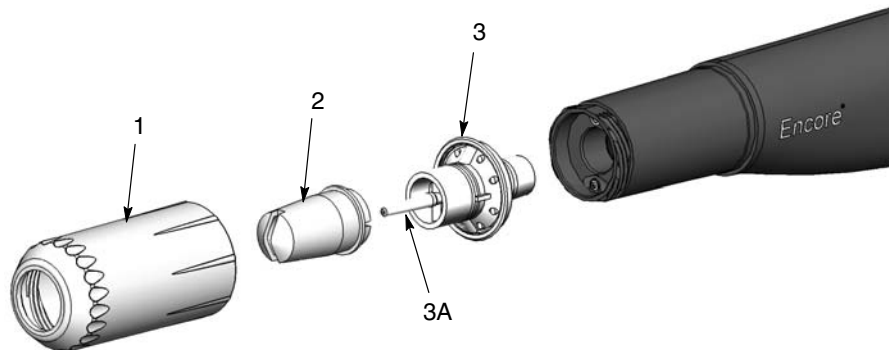

Figure 8 Dépose et installation de la buse à jet plat
1. Voir la figure 8. Dévisser l'écrou de la buse (1) dans le sens inverse des aiguilles d'une montre.
2. Retirer la buse à jet plat (2) du bloc électrode (3).